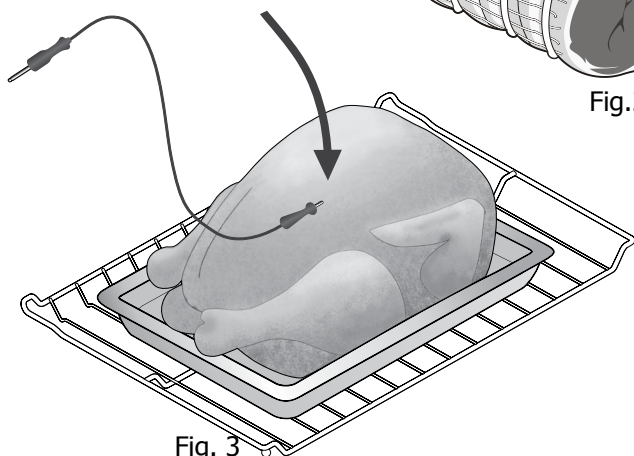

Fig. 3
- Pour une volaille ou une dinde entière, insérez la sonde dans la partie la plus épaisse de la poitrine sans toucher l'os (fig. 3).